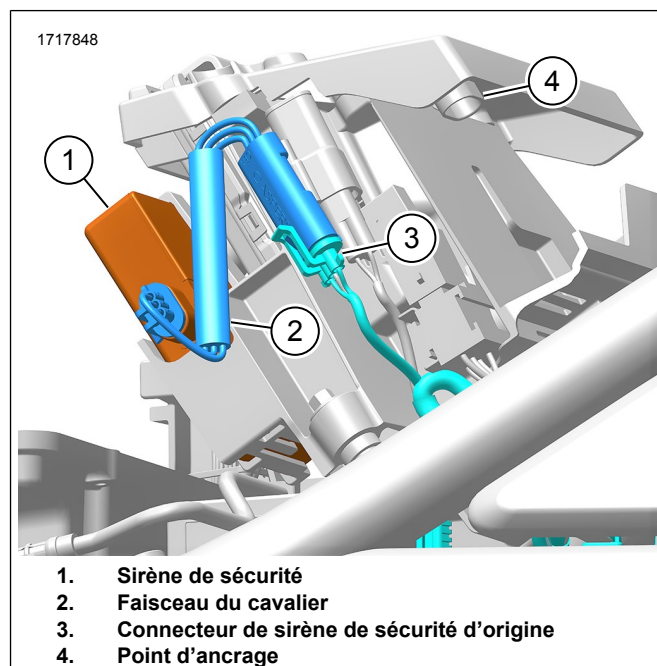

Figure 30. Nightster (RH975/S)
6. Voir la Figure 30. Installer la sirène de sécurité (1) dans le BCM (MCC) boîtier.
7. Retirer le connecteur de la sirène de sécurité d'origine (3) du point de fixation (4).
8. Connecter le faisceau de connexion (2) dans le :
- a. Connecteur de sirène de sécurité d'origine (3).
- b. Connecteur de sirène de sécurité (1).